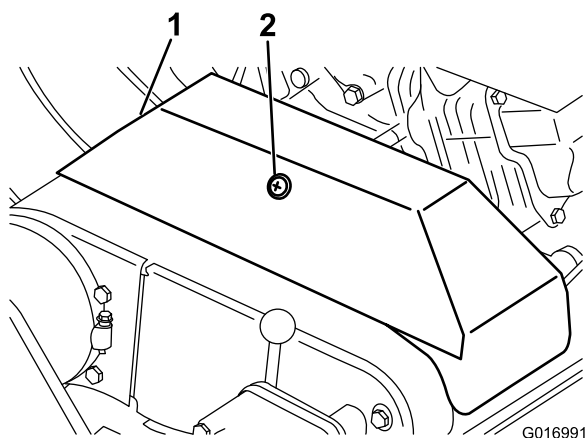

**Bild 32**
2. Drücken Sie mit einer Federskala rückwärts auf den Betriebsbremshebel (Bild 32). Die Feststellbremse sollte sich bei einer aufgebrachten Kraft von 13,5 kg bis 18 kg lösen. Wenn sich die Feststellbremse löst, bevor eine Kraft von 13,5 kg bis 18 kg aufgebracht wird, muss der Bremszug eingestellt werden. Gehen Sie auf Schritt 3.